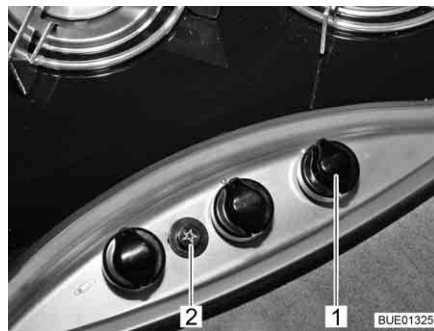

Bild 185 Reglage, knappar för gasspis
- Vrid vridregulatorn (Bild 185,1) till önskad låga till tändningsläge (stor låga).
- Tryck på tändknappen (Bild 185,2). Nu bildas tändgnistor vid brännaren.